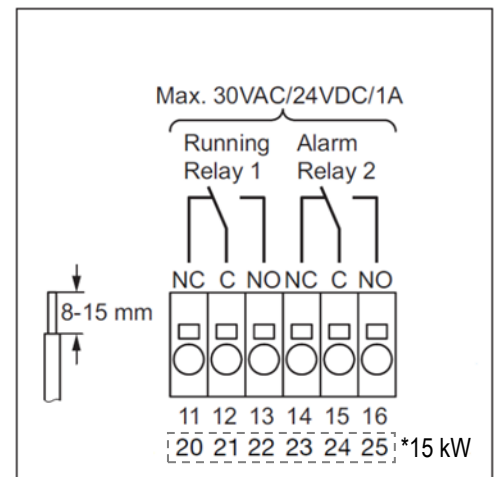

Fig. 9-7: Anslutningsklämmor
- Relä 1 (se fig. 9-7, klämmor 11, 12, 13,) kan användas för visning av drifttillståndet.
- Relä 2 (se fig. 9-7, klämmor 14, 15, 16) kan användas för visning av felmeddelanden.